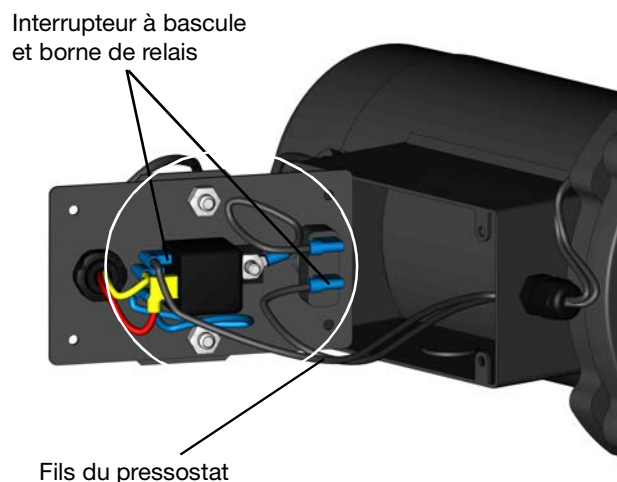

FIG. 26
4. Sertissez les connecteurs à l'extrémité des fils du pressostat (voir FIG. 26).
6. Connectez les fils du pressostat à l'interrupteur à bascule et à la borne du relais (FIG. 26).